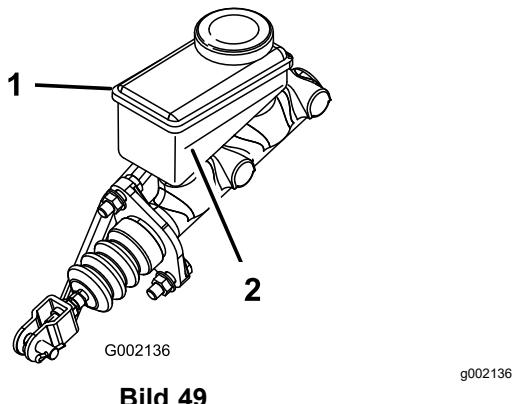

Bild 49
2. Lesen Sie den Flüssigkeitsstand am Stutzen an der Seite des Behälters ab (Bild 49).
- Füllen Sie DOT 3-Bremsflüssigkeit in den Behälter, bis der Füllstand über der Minimum-Markierung liegt (Bild 49).